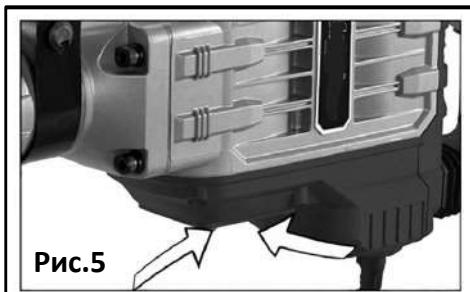

Рис.5
Снимите крышку (1) в нижней части Рис.5 и Рис.6 с помощью гаечного ключа (2), затем залейте моторное масло (80 г) используя маслёнку для модели **RD-DH1700** или заложите свежую смазку (60 г) для модели **RD-DH1900** Рис.6а. Заполнение большим количеством смазки, чем указано, может привести к неправильной работе или выходу инструмента из строя. Заполняйте только указанное количество смазки.